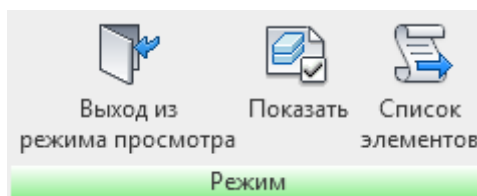

Рис. 85. Режим просмотра в Revit
- при вызове модуля из BIM системы с ее помощью можно временно переключить BIM систему в режим просмотра помеченных в модуле назначения сметных норм конструктивных элементов. При этом можно показать в BIM Системк или все помеченные элементы, или первый из них (при одновременно нажатой клавише Shift). Для возврата из BIM систему в модуль назначения сметных норм необходимо нажать кнопку **Выход из режима просмотра** в панели инструментов Revit (рис. 85) или окне nanoCAD. Во время просмотра элементов в системе в данном режиме категорически рекомендуется не пытаться корректировать что-либо в проекте, в целях безопасности блокируются все панели, кроме "Сметная информация" и "Вид".